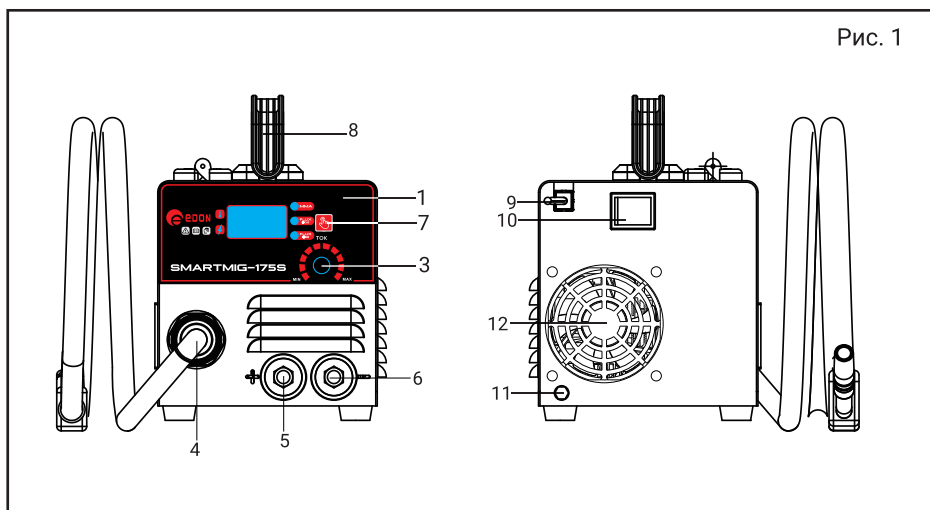
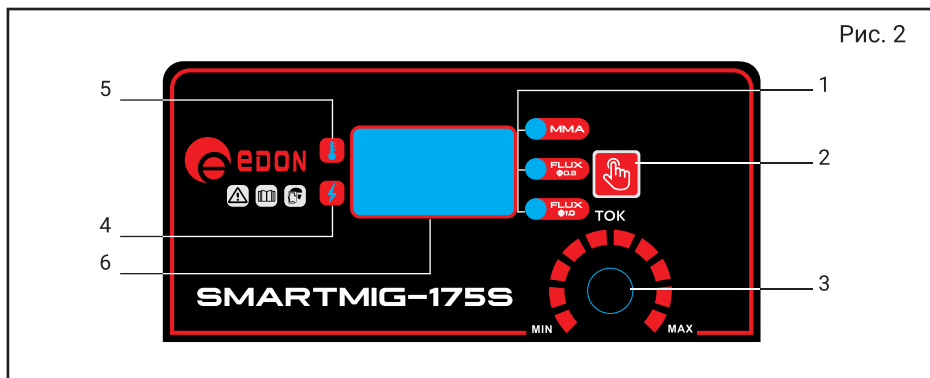

Рис. 1
Рис. 2
4.1 Основные функции и внешний вид сварочного инвертора представлены на Рис. 1.
4.2 Сварочный инвертор выполнен в металлическом корпусе с вентиляционными отверстиями на боковых и передней стенках и снабжен вентилятором охлаждения (рис. 1, поз. 12) для отведения излишнего тепла. В передней части находятся разъемы для подключения силовых проводов **MMA** (рис.1, поз. 5, 6), а также разъем для подключения сварочной горелки **NoGas** (рис. 1, поз. 4), регулировка сварочного тока (рис. 1, поз. 3), панель управления (рис.1, поз. 1) и кнопка выбора режима сварки
(рис. 1, поз. 7). На боковой панели скрытый под внешней крышкой корпуса расположен механизм подачи сварочной проволоки, шкив а также подающий механизм сварочной проволоки.
Для начала работы выберите необходимый режим сварки нажав на кнопку (рис. 2, поз. 7), в зависимости от используемой сварочной проволоки или электродов предусмотрено несколько режимов:
- силовой провод с электродержателем должен подключаться к разъему «+» (рис. 1, поз. 5), за исключением случаев использования кислотных электродов (перед подключением необходимо ознакомиться с информацией на упаковке с электродами);
- силовой провод с зажимом подключается к разъему «-» (рис. 1, поз. 6), а зажимом крепиться как можно ближе к месту сварки.
- сварочная горелка **NoGas** подключается к разъему (рис. 1, поз. 4) на передней панели, в данном случае полярность определяется подключением силового кабеля с зажимом к клеммам «+» или «-».
ключите данный кабель к быстрозажимному разъему «+» или «-» (рис. 1 поз. 5, 6) в зависимости от типа электродов.
7.1.3 После подключения сварочного инвертора к сети, для включения необходимо перевести выключатель (рис. 1, поз. 10) в положение «вкл.», после чего загорится индикатор включения (рис. 2, поз. 4).
7.1.4 Выбор режима MMA устанавливается нажатием на кнопку выбора режима сварки (рис. 1, поз. 7), при этом загорится соответствующее индикатор выбранного режима работы.
Необходимое значение сварочного тока можно установить с помощью регулировки (рис. 1, поз. 3).
- подключите инвертор к сети и включите его выключателем (рис. 1, поз. 10), снимите у сварочной горелки сопло и открутите сварочный наконечник, после чего нажмите и удерживайте курок горелки до того момента пока проволока не выйдет из держателя наконечника на 10-15мм.
7.2.3 Установите необходимую величину сварочного тока исходя из параметров используемой проволоки и свариваемого материала регулировкой (рис. 1, поз. 3)
- перевести выключатель (рис. 1, поз.10) в положение «OFF» - выключено.